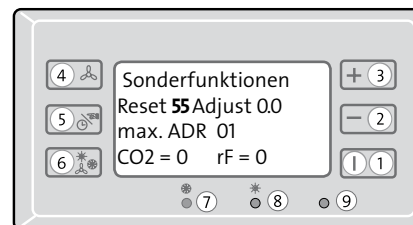

Abb. 6.11
- **Taste 3** so lange drücken, bis die Zahl „**55**“ erscheint (s. Abb. 6.11).